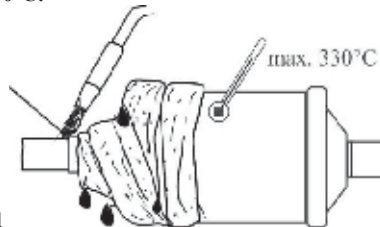

Fig.1
1. Connessione a brasatura: (Fig.1)